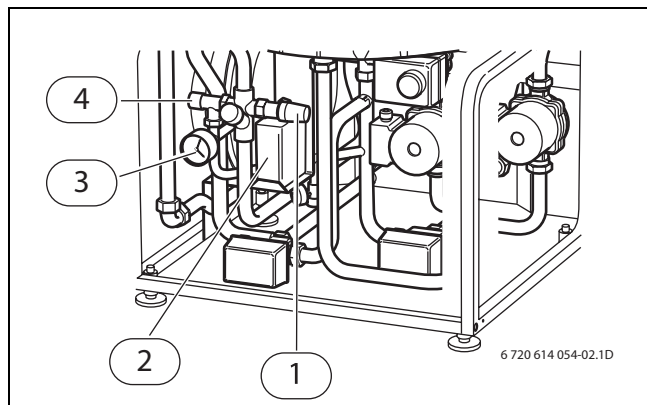

Bild 2 Kopplingsutrymme
- ▶ Om trycket är lägre än 1,0 bar, fyll på vatten till ca 1,5 bar. Ratten för att fylla på värmevatten sitter i kopplingsutrymmet, (→ Bild 2, [4], Sida 6).